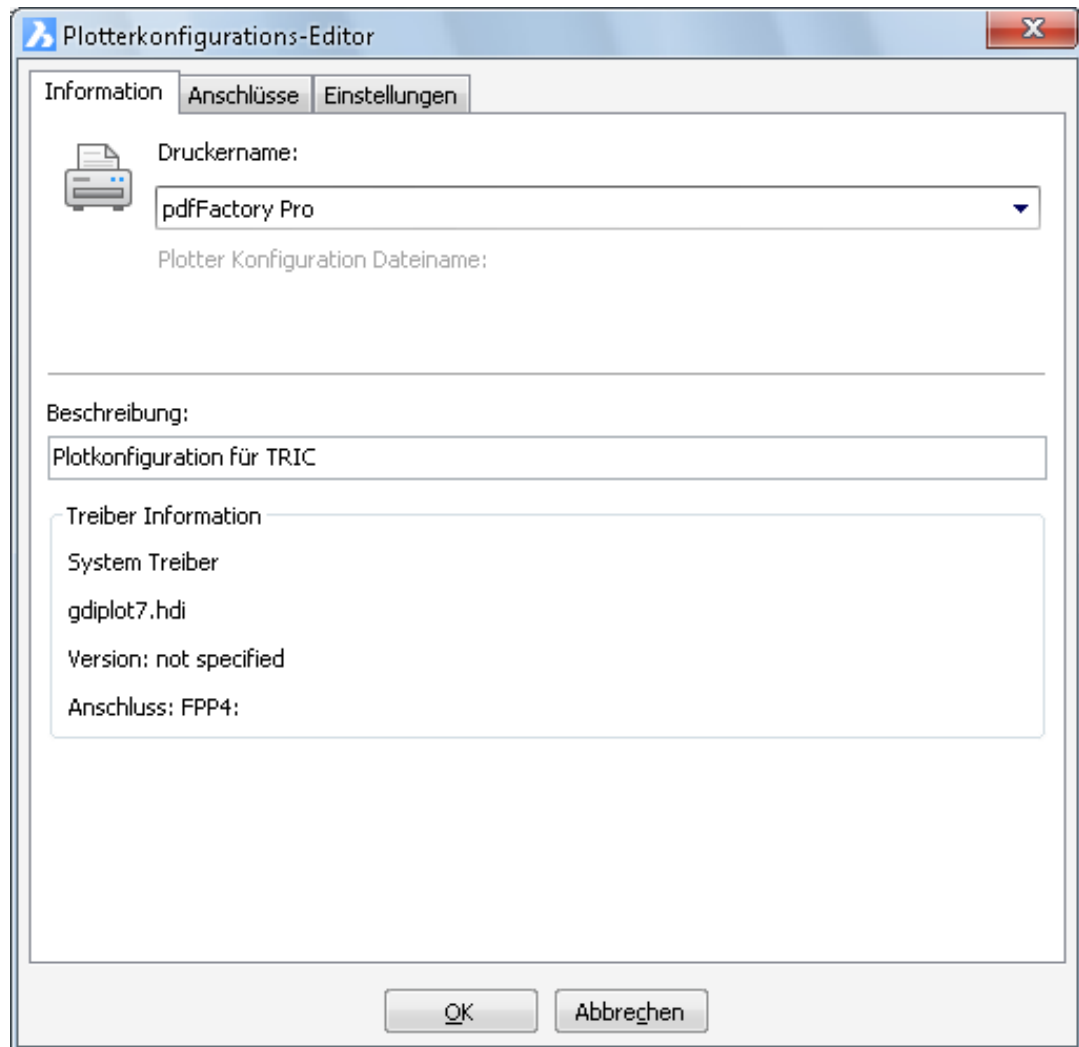

Bild 1.2 – Die Plotterkonfiguration enthält BricsCAD-spezifische Informationen zum gewählten Drucker.
- Unter *Drucker / Plotter Konfiguration* wählen Sie dann den gewünschten Ausgabedruker aus, in diesem Fall *pdfFactory (Pro)*. Klicken Sie dann auf die kleine Schaltfläche rechts neben dem Listefeld, *Bearbeite Plotter Konfiguration*. Der *Plotterkonfigurations-Editor* wird geöffnet (Abb. 1.2).